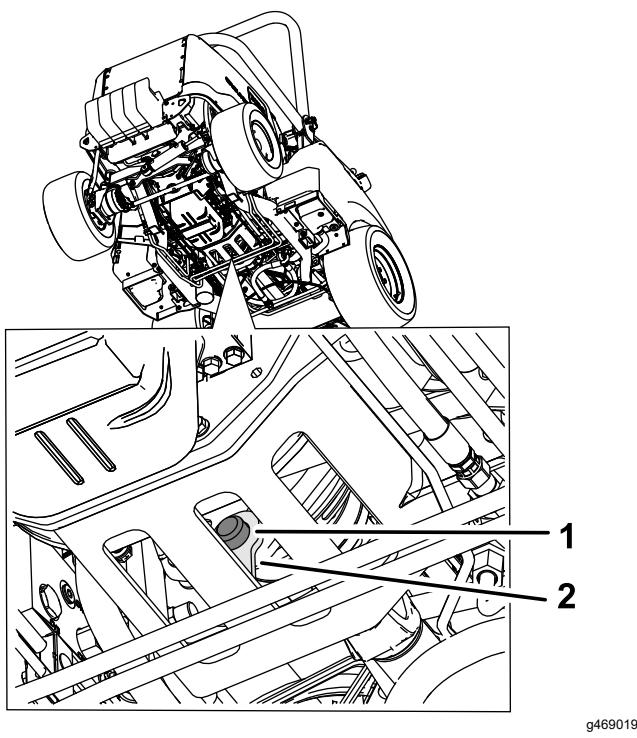

Bild 74
4. Entfernen Sie den Gummipuffer von der Metallhalterung und der Kupplung (Bild 74).